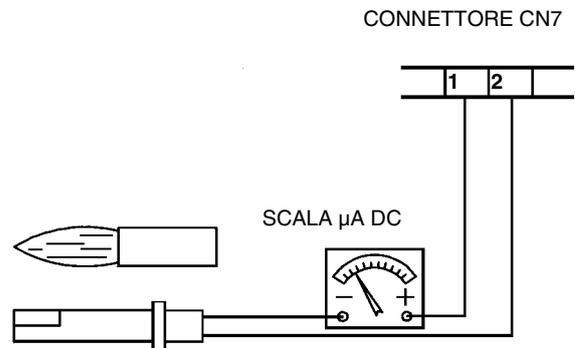

Fig. 56
- Esame e pulizia accurata della fotoresistenza rilevazione fiamma, se necessario sostituzione. In caso di dubbio verificare il circuito di rilevazione dopo aver rimesso in funzione il bruciatore, seguendo lo schema in Fig. 56.
Per misurare il segnale di rilevazione seguire lo schema in Fig. 56. Se il segnale non rientra nei valori indicati, verificare i contatti elettrici, la pulizia della testa di combustione, la posizione della fotoresistenza ed eventualmente sostituirla.